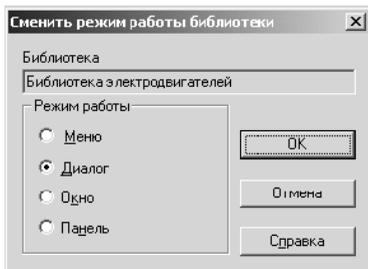

Рис. 16. Диалоговое окно «Библиотека электродвигателей» в режиме работы «Диалог»
- кнопка «Режим...» – вызывает диалоговое окно для изменения режима работы (рис. 16);